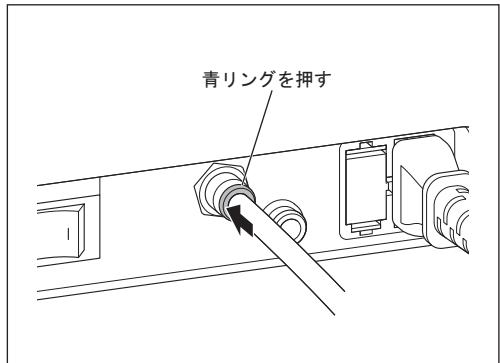

図3
- 3) エアーホースを取り外すときは、青リングをコントロールユニット側へ押しながらエアーホースを引き抜きます（図3）。